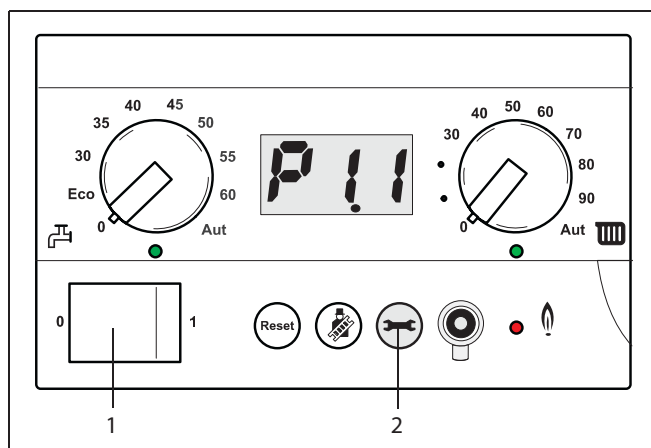

Fig. 22 Visualizzazione della pressione [bar] (per esempio P1.1 bar, dopo aver premuto il tasto di manutenzione)
- Impostare i tasti di regolazione, riscaldamento e acqua calda sanitaria su "0" (fig. 22).
- Posizionare su "1" l'interruttore sul **BC 10** (fig. 22, pos. 1).
- Premere il tasto di manutenzione (fig. 22, pos. 2) alcune volte di seguito fino a quando compare la visualizzazione del valore di pressione (per es.: P 1.1, vedi fig. 22).